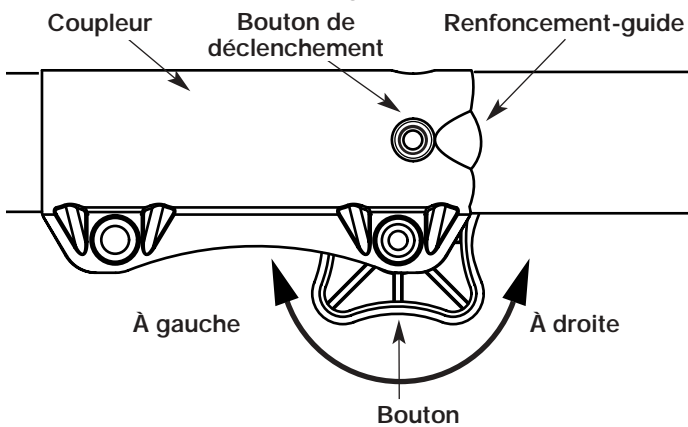

Fig. 7
1. Dévissez le bouton vers la gauche (fig. 7).
2. Appuyez sur le bouton de déclenchement et maintenez-le enfoncé (fig. 7).
**REMARQUE** : alignez le bouton de déclenchement avec le renforcement-guide pour faciliter l'installation (fig. 7).